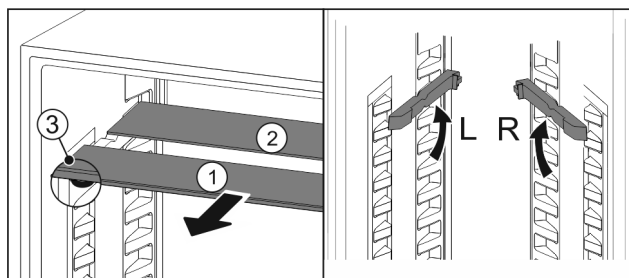

Fig. 120
- ▶ Trekk glassplatene enkeltvis fremover og ut Fig. 120 (1).
- ▷ Glassplate Fig. 120 (1) med pyntelist ligger foran.
- ▷ Stoppere Fig. 120 (3) peker nedover.